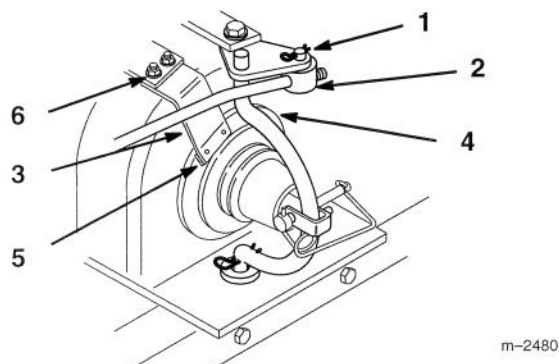

Figure 29
3. Pour régler l'embrayage de PdF, retirer la goupille épingle et visser le tourillon sur la tige d'un tour à la fois jusqu'à ce que l'embrayage se fasse avec une résistance modérée et qu'il ne patine plus (Fig. 29).
4. Pour régler le frein de PdF, embrayer la prise de force et desserrer les 2 écrous de réglage (Fig. 29).
5. Insérer un calibre d'épaisseur de 0,3 mm (0.012") entre la plaquette de frein et la poulie d'embrayage. Serrer les écrous de réglage en maintenant la plaquette de frein contre le calibre d'épaisseur (Fig. 29).